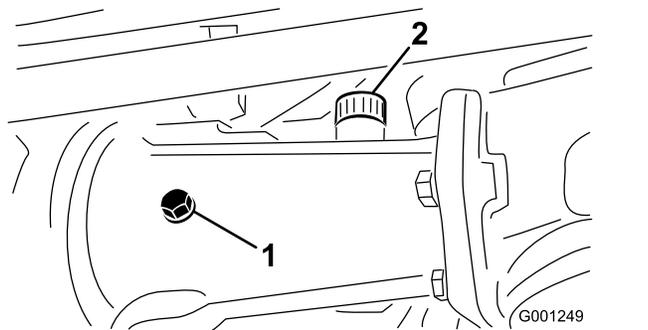
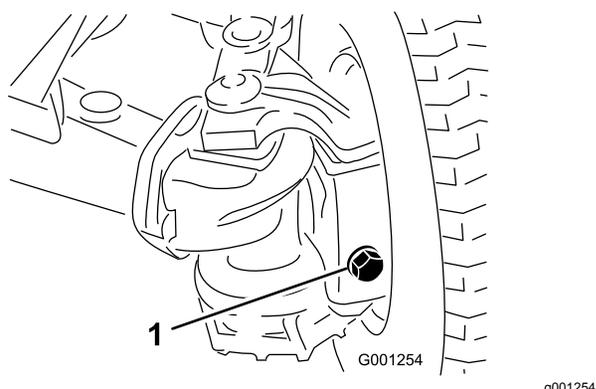

図 60
図 61
2. 中央のアクスルハウジングから点検プラグを取り、左右の外側のアクスルケースから補給/点検プラグを外す 図 60 と 図 61。
3. それぞれのプラグのねじ溝の高さまでオイルがあることを確認する 図 60 と 図 61。
- A. 中央のアクスルハウジングに補給する場合は、補給用プラグを外す 図 60。
- B. それぞれのアクスルケースの点検プラグ 図 60 と 図 61 の穴の下の縁まで、所定の潤滑油を補給する。
- C. 中央のアクスルハウジングの補給用プラグを外した場合は、プラグのねじ山部に PTFE テープを巻いてからハウジングに取り付ける 図 60。
5. 中央アクスルハウジングの補給用プラグと左右の補給/点検用プラグのねじ山部に PTFE テープを巻く 図 60。
6. 中央のアクスルハウジングと左右の外側のアクスルケースにプラグを取り付ける 図 60 と 図 61。
8. 中央アクスルハウジングの補給用プラグと左右の補給/点検用プラグのねじ山部に PTFE テープを巻く 図 60 と 図 61 リアアクスルオイルの点検 \(ページ 50\) を参照。
9. 中央のアクスルハウジングと左右の外側のアクスルケースにプラグを取り付ける 図 60 と 図 61 リアアクスルオイルの点検 \(ページ 50\) を参照。